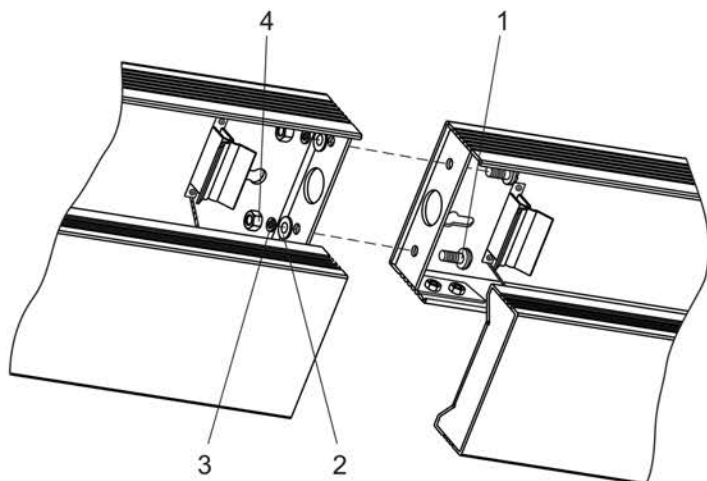

Рисунок 3
– соединить два светильника между собой используя два винта 1, шайбы плоские 2, шайбы пружинные 3 и гайки 4, (рисунок 3). Метизы входят в комплект поставки;